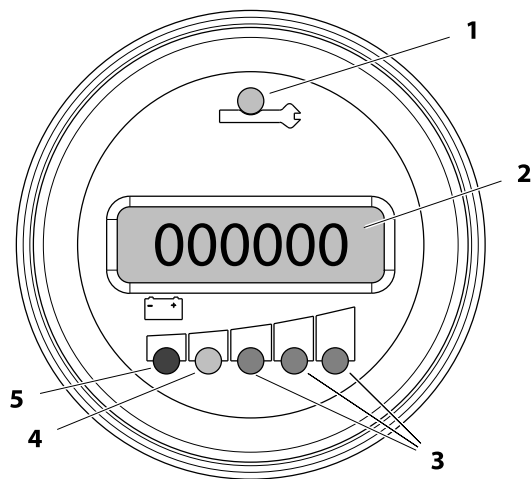

Рис. 3-3. Индикатор MDI
- Загорится светодиодный индикатор **со значком с изображением гаечного ключа (позиция 1)**. (См. Рис. 3-3.)